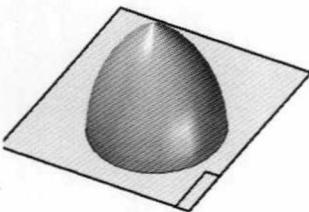

图 2.2 平面 4
- Step2. 创建图 2.2 所示的平面 4（本步的详细操作过程请参见随书光盘中 video\ch02\reference\文件下的语音视频讲解文件 blower_nozzle-r02.avi）。